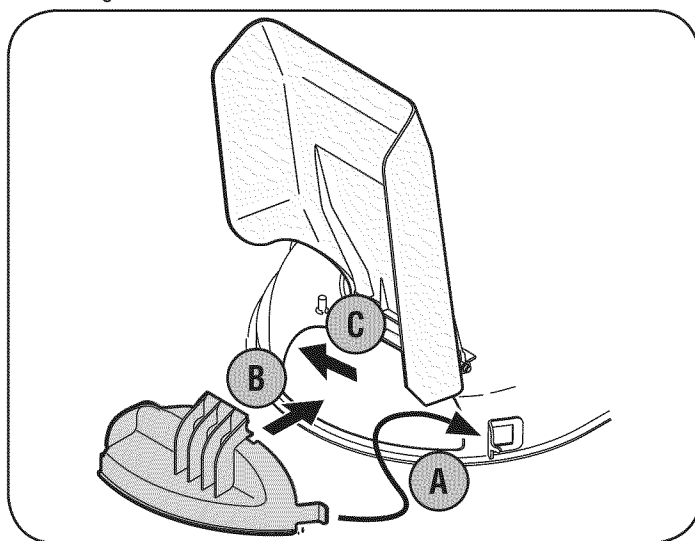

Figura 11
1. Inserte la lengüeta derecha (A) de la clavija en el soporte de la plataforma. Vea la Figura 11.
2. Inserte la clavija de abono en la abertura de descarga (B).
3. Una vez colocada en la abertura de la plataforma, empuje la clavija hacia la parte posterior de la cortadora (C) para fijarla en su lugar.